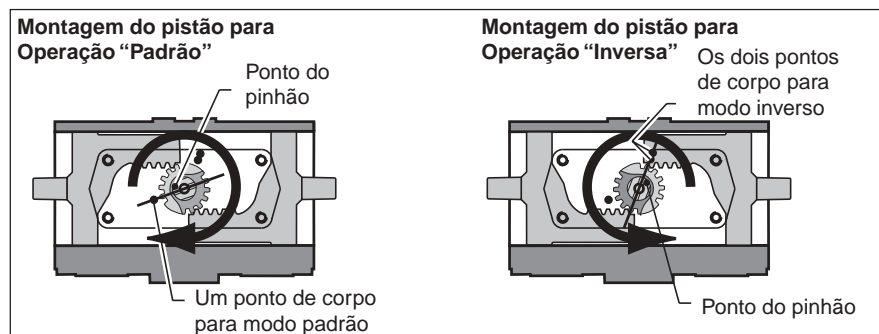

Fig. 6 Alinhamento do pinhão
A rotação padrão está no sentido dos ponteiros do relógio com os Pistões a moverem-se em direcção um ao outro (Quando vistas por cima da ranhura no topo do Pinhão, ver Fig. 6).
10.3.1 Rotação no sentido dos ponteiros do relógio (Pistões movem-se para dentro, ver Fig. 6).
- 7 Lubrifique levemente todas as ranhuras do Pistão, a forma da engrenagem e os 'O' Rings do Pistão (4) e encaixe o 'O' Ring (4) e o Anel de Desgaste (3) no Pistão.
- 8 Encaixe o Bloco do Rolamento (10) na parte de trás do Pistão.
- 10.3.2 Rotação no Sentido Contrário ao dos Ponteiros do Relógio (Pistões a moverem-se para dentro, Fig. 6).**
- 2 Introduza a Barra Retractora HYTORK através da Tampa (Fig.6) e aperte-a
- Para XL 26 a XL681 nos Pistões (20)
- 6 Quando as tampas estiverem no lugar e as SAFEKEYS estiverem encaixadas corretamente, remova as barras retratoras HYTORK e recoloca os parafusos retentores (28) e as juntas (29).